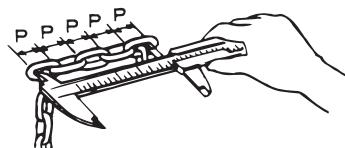

図19 ピッチ測定方法
- (1)ロードチェーンは、部分的にではなく、全体をチェックしてください。5個のリンクのピッチ(P)の和を、図19のように、ノギスで測定してください。
- (2)通常は30cmおきに測定してください。但し、限界値に近いときは、より多くの場所を測定し、一部分でも限界値に達していたら新品と取り替えてください。
- (3)リンクとリンクの接触部の摩耗やキズなどにより、線径が初期線径の95%未満(最も小さい測定値となる測定を行うこと)になっている部分が1箇所でもあれば、新品と取り替えてください。以下3項目のいずれか1つでも該当するロードチェーン・手鎖は、新品と取り替えてください。
- (4)ロードチェーンに有害なキズ、変形、さびがある。
- (5)手鎖の操作時、ハンドホイルとの噛み合いが良好でないもの。手鎖にキズ、変形、さびがある。
- (6)溶接スパッタの付着が見られるなど、高熱にさらされたと考えられる場合。